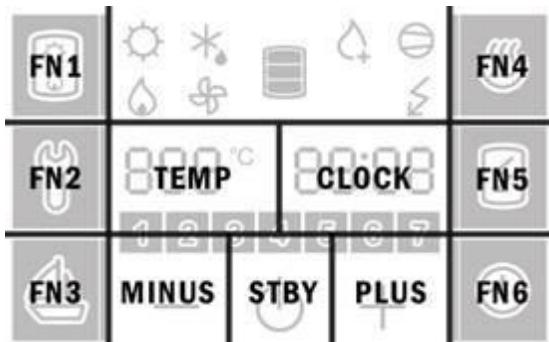

Bild 5: Felder auf dem Bildschirm
- Wenn Sie auf die rechte Nummer drücken (das Feld CLOCK auf dem Bild 5), kommen Sie zum nächsten Parameter.